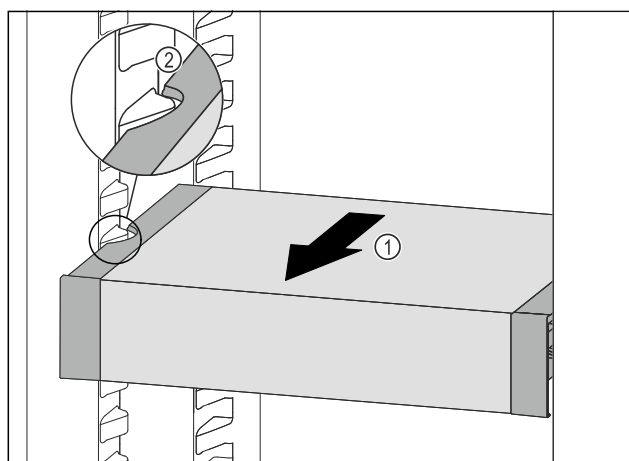

Fig. 160
- ▶ 向前拉动 VarioSafe Fig. 160 (1)，直至 VarioSafe 的侧部凹槽与冷藏区中的容器肋梁持平。 Fig. 160 (2)